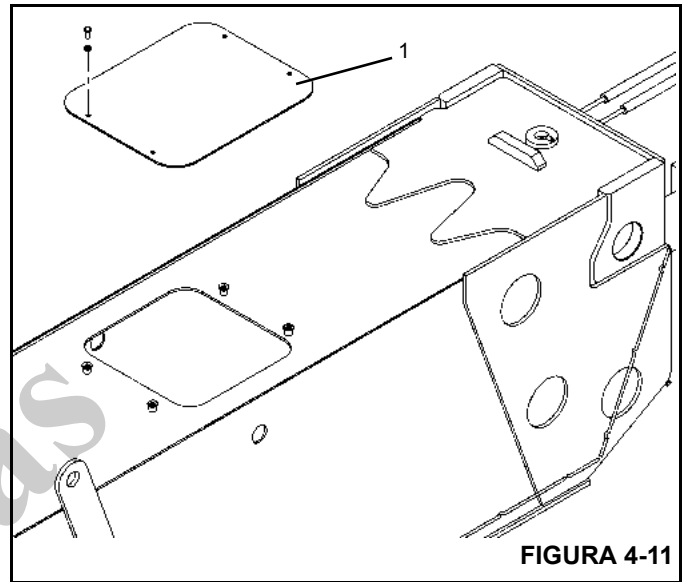
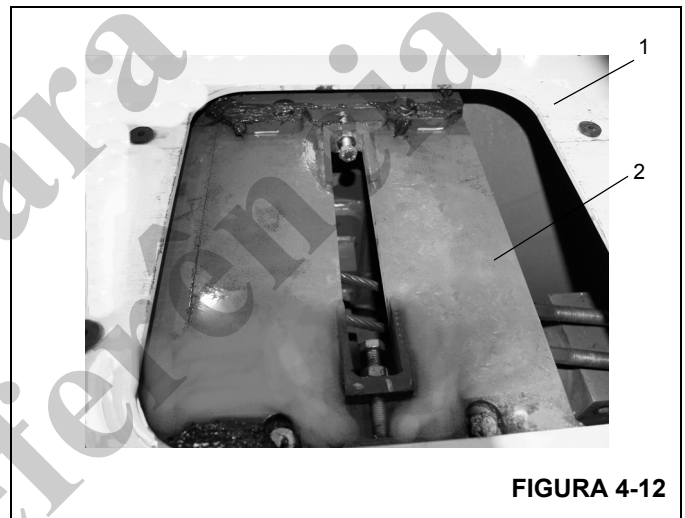

FIGURA 4-11
FIGURA 4-12
1. Remova a tampa de acesso (Figura 4-11, 1) na parte traseira superior da base da lança. Deslize o conjunto para fora da seção da base (Figura 4-12, 1) o suficiente para obter acesso às placas de desgaste ajustáveis
superiores traseiras na seção intermediária interna (Figura 4-12, 2).